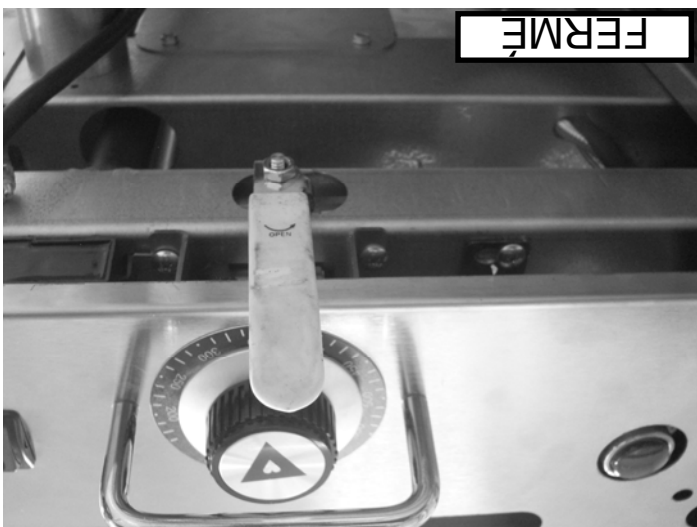

Fig. 6
Chaque section de 305 mm (12 po) de la plaque chauffante peut être fermée de façon indépendante en réglant le thermostat correspondant à la position FERMÉ. Vous pouvez aussi laisser tous les thermostats réglés aux positions désirées et fermer toutes les sections à la fois en fermant le robinet d'arrêt de la plaque chauffante (Fig. 6). Cela fermera l'alimentation en gaz des veilleuses et des thermostats pour toutes les sections. Pour remettre l'appareil en fonction, il faut ouvrir le robinet d'arrêt de la plaque chauffante (Fig. 5) et rallumer les veilleuses au début de la prochaine période de cuisson. Voir la procédure d'allumage de la veilleuse.
Ce modèle comporte un système d'allumage électrique qui est contrôlé par un interrupteur d'alimentation à rappel. L'interrupteur d'alimentation ouvre et ferme seulement le système d'allumage électrique et fournit seulement l'alimentation aux allumeurs lorsqu'il est maintenu ouvert. Les brûleurs et les veilleuses d'allumage continueront à fonctionner lorsque l'interrupteur d'alimentation est fermé jusqu'à ce que l'alimentation en gaz à l'appareil soit coupée ou que le robinet d'arrêt du gaz de la plaque chauffante soit fermé (Fig. 6). En cas de défaillance du système d'allumage électronique, il est possible d'allumer les veilleuses à l'aide d'une source d'inflammation extérieure (telle qu'une tige pour allumer les bougies, etc.). Voir la procédure d'allumage de la veilleuse.
1. Fermez le robinet d'arrêt de la plaque chauffante (Voir Fig. 6 à la page 9). Attendez 5 minutes pour permettre au gaz accumulé dans le compartiment des brûleurs de s'échapper.
8. Si vous avez complété les étapes 1 à 7 et que la veilleuse n'est pas allumée, fermez le robinet d'arrêt de la plaque chauffante (Voir Fig. 6 à la page 9) et contactez une agence de service autorisée.
2. Fermer le robinet d'arrêt de la plaque chauffante (Voir Fig. 6 à la page 8) fermera le gaz de tous les thermostats et les veilleuses d'allumage. Les veilleuses devront être rallumées lorsque vous redémarrerez la plaque chauffante.